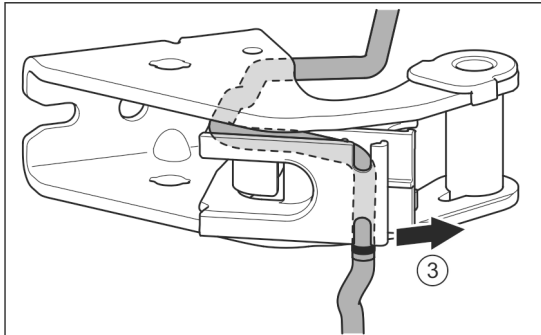

Fig. 25
- Витягніть кабель з направляючої. Fig. 25 (3)